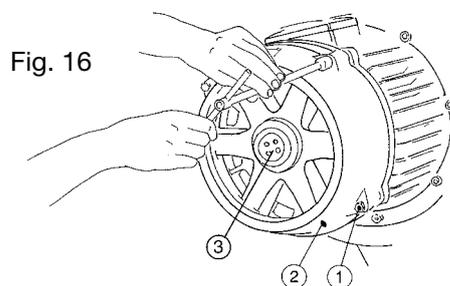

Fig. 16
**Montage et démontage :** vérifier qu'il n'y ait pas de charge appliquée, dévisser les vis pos. 1 (Fig. 16, enlever la cloche du frein pos. 2 (Fig. 16, enlever la bague de réglage pos. 3 (Fig. 16) du frein avec la clé spécifique (Fig. 17). À l'aide d'un extracteur, enlever le ventilateur de frein pos. 4 (Fig. 18). Monter le nouveau ventilateur en le poussant vers l'avant à l'aide d'un maillet en plomb, remonter la cloche du frein pos. 2 (Fig. 16) et les vis pos. 1 (Fig. 16), puis effectuer le réglage, comme indiqué au chapitre "réglage ventilateur du frein" p. 65.